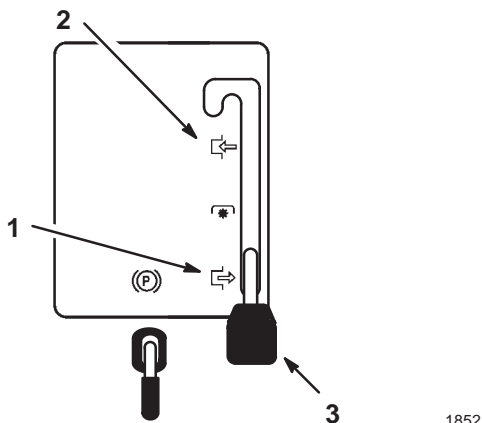

Bild 21
2. Stellen Sie den Zapfwellenantrieb auf Einkuppeln (Bild 21).
2. Stellen Sie den Zapfwellenantrieb auf Auskuppeln (Bild 21).